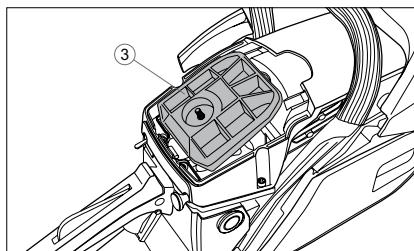

Abb. 25
2. Entfernen und reinigen Sie den Luftfilter 3 (Abb. 25), indem Sie ihn leicht auf eine harte Oberfläche klopfen.